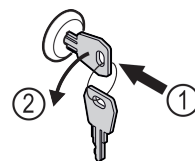

Fig. 201
- ▶ Πιέστε μέσα το κλειδί. Fig. 201 (1)
- ▶ Περιστρέψτε το κλειδί 90° αριστερόστροφα. Fig. 201 (2)